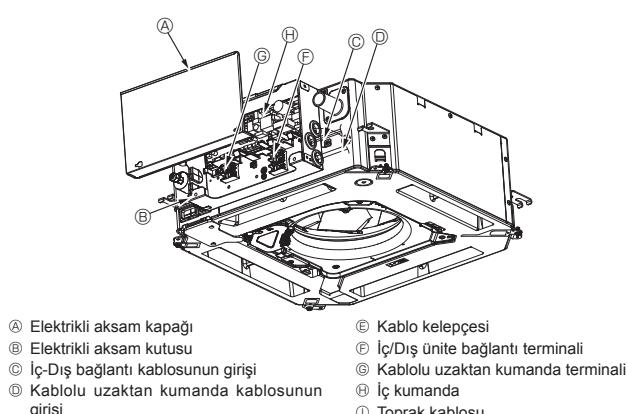

Fig. 7-3
7.2. İç ünite (Fig. 7-3) (Fig. 7-4) (Fig. 7-5)